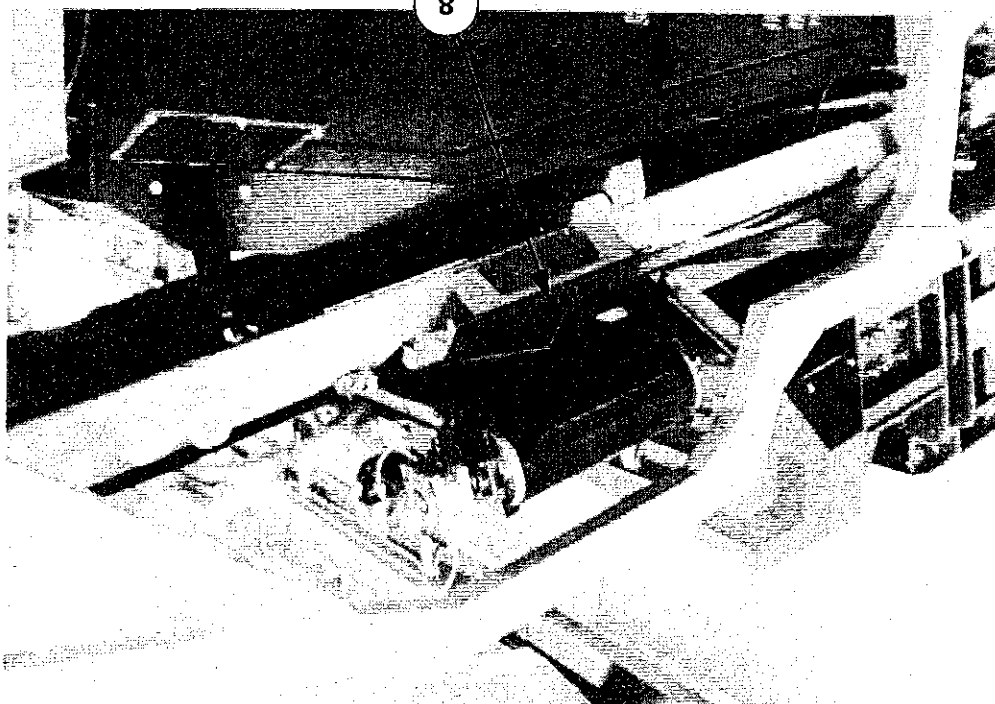

Fig. 5-16
- 13) Smontare lo scivolo del nastro deferizzatore part. 8 fig. 5-16.